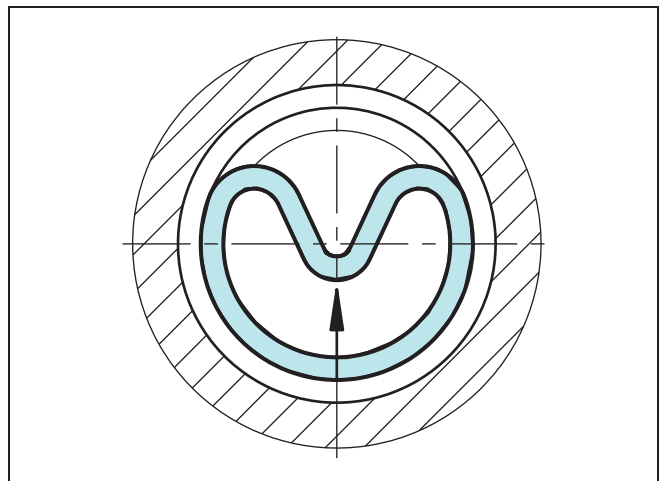

Bild 8 Einlegen des Dichtringes in die geschlossene Nut
- Dichtring in zusammengedrückter Form in die Nut einlegen und in Pfeilrichtung (Bild 8) gegen den O-Ring andrücken.